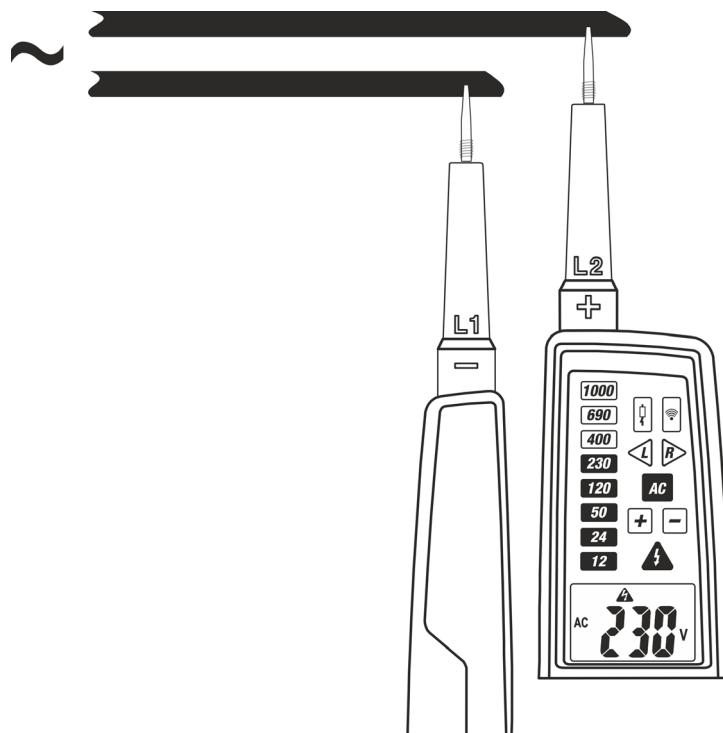

Abb. 5: AC Spannungsmessung
- Verbinden Sie die Prüfspitzen **L1** und **L2** mit der zu messenden Quelle (siehe Abb. 5). Die Messung wird **nur bei Kontakt zwischen den Prüfspitzen und den Metallteilen der Leiter** durchgeführt.
2. Verbinden Sie die Prüfspitze **L2** mit der zu messenden Quelle (siehe Abb. 5). Die Messung wird **nur bei Kontakt zwischen den Prüfspitzen und den Metallteilen der Leiter** durchgeführt.